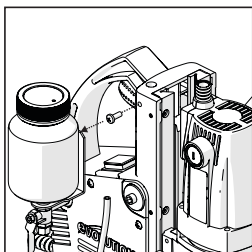

Fig. 3
- Przymocować pojemnik z płynem chłodzącym/smarem w położeniu roboczym. Należy użyć gwintowanego otworu w lewej górnej części obudowy urządzenia oraz śruby Ø6 (w zestawie). **(Rys. 3)**